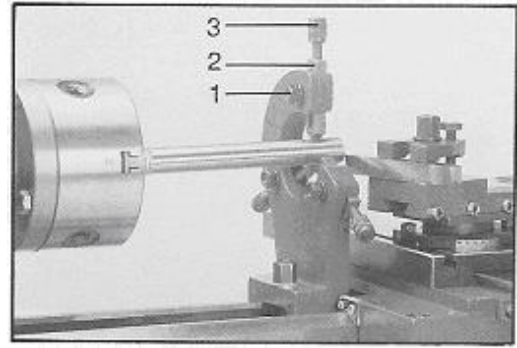

Рис. 20
Вращайте винты с накатной головкой (3, Рис.20) пока все упорные губки (2) не соприкоснутся с заготовкой, не зажимая ее. Затяните шестигранные гайки (1).